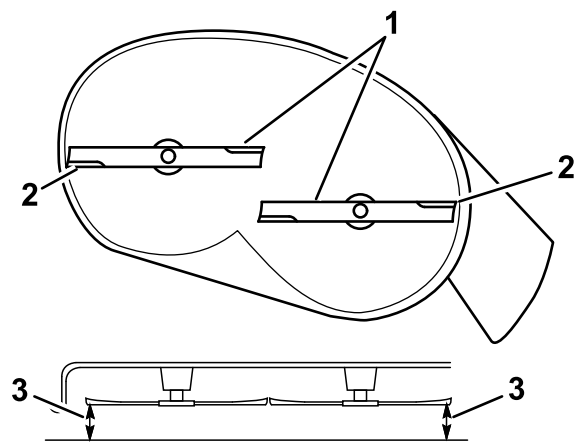

Figura 64
5. Mida entre los bordes de corte exteriores y la superficie plana (Figura 64).